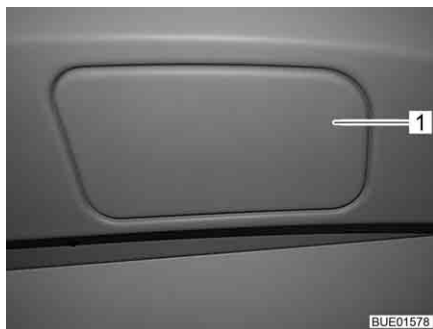
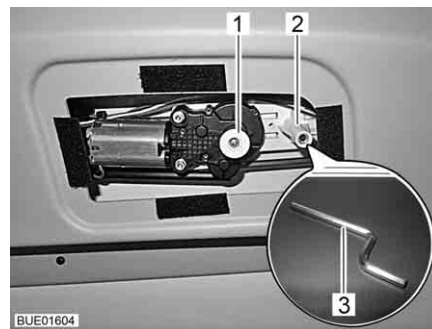

Fig. 108 Copertura dello sbloccaggio di emergenza
Fig. 109 Sbloccaggio di emergenza dell'oscurante del parabrezza
- Sollevare la copertura (Fig. 108,1) dello sbloccaggio di emergenza sul soffitto della cabina servendosi di un oggetto piatto (ad es. una moneta).
- Inserire la chiave a testa esagonale (Fig. 109,3) fornita in dotazione con l'asta lunga nell'attacco (Fig. 109,2).
- Premere il tasto (Fig. 109,1).
- Sfilare il pulsante (Fig. 109,1) e posizionare la copertura (Fig. 108,1).